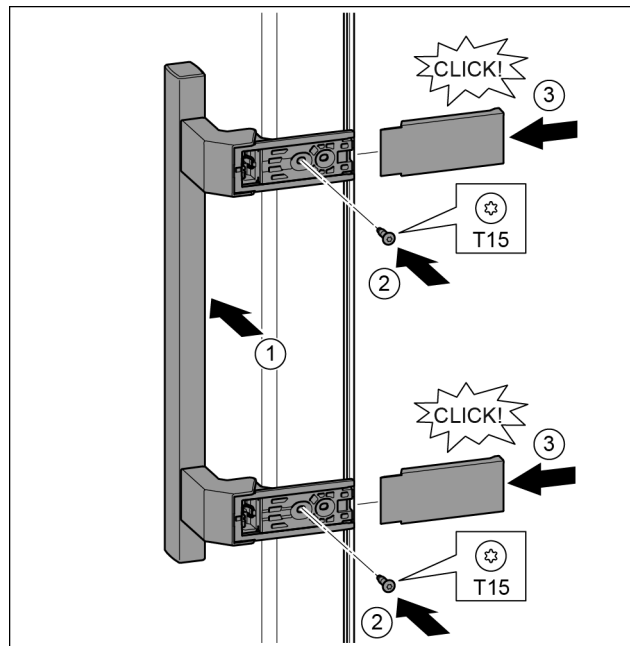

Fig. 19
- ▶ 将把手放到反面。Fig. 19 (1)
- ▶ 用 T15 螺丝刀拧紧螺钉。Fig. 19 (2)
- ▶ 将盖板放置到侧面并插入。Fig. 19 (3)